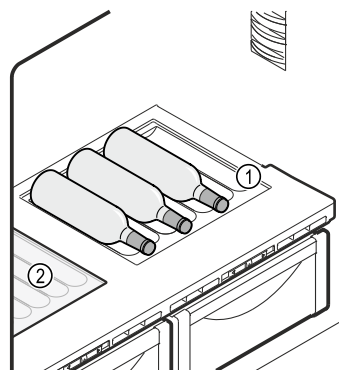

Fig. 52 Ilustrační zobrazení
- ▶ Jednu skleněnou desku nebo dvě skleněné desky (1) zvedněte za vybrání vpředu a vyjměte je.
- ▶ Skleněnou desku Fig. 52 (2) vložte pod variabilní přihrádku na láhve.